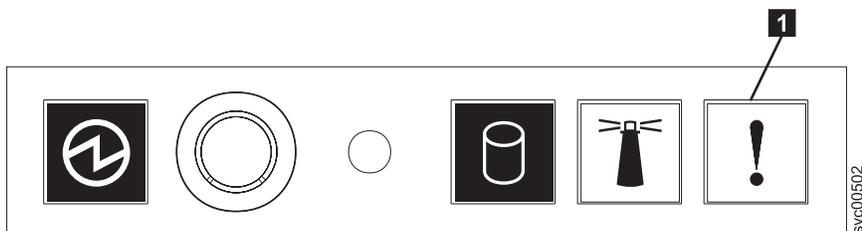

図 96. SAN ボリューム・コントローラー 2145-8A4 オペレーター情報パネル
1. SAN ボリューム・コントローラー 2145-8A4 オペレーター情報パネル 上のエラー LED (298 ページの図 96 を参照) が点灯または明滅していますか?